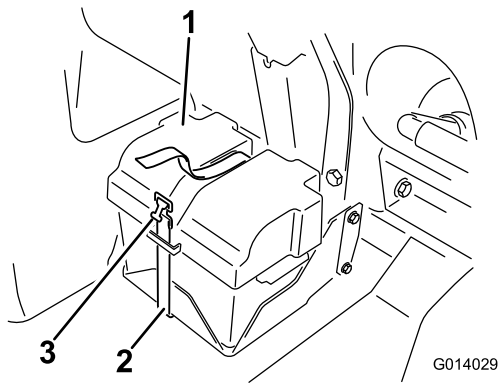
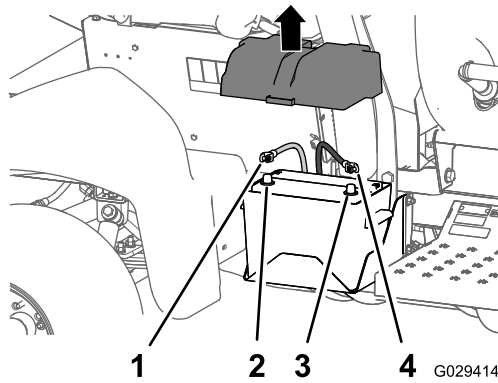

图 2
图 3
1. 拆下电池盖从电池电极上断开负极电池线黑色—接地线 **图 2** 和 **图 3**。